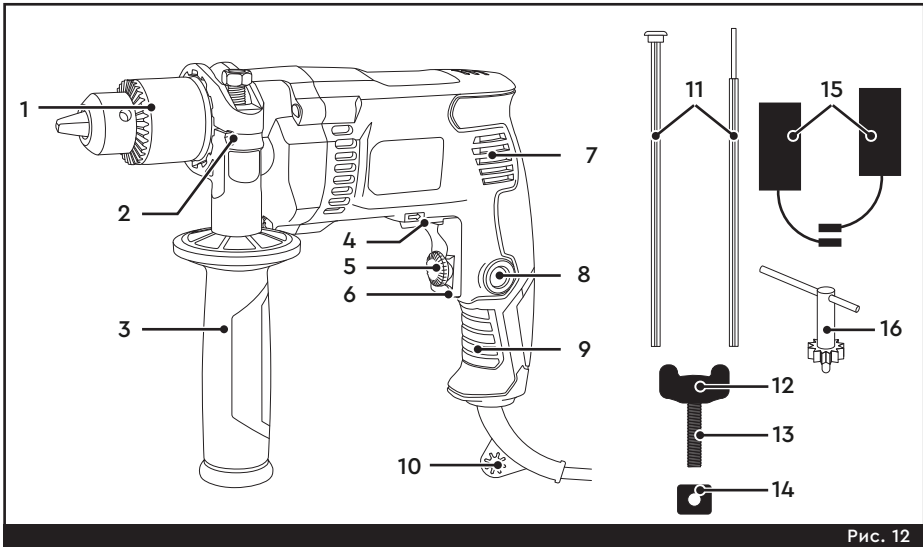

Рис. 12
Зовнішній вигляд (Рис. 12)
Увімкнення/вимкнення (Рис. 12)
Що глибше натиск на вимикач (6) (Рис. 12), то швидше обертається шпиндель.